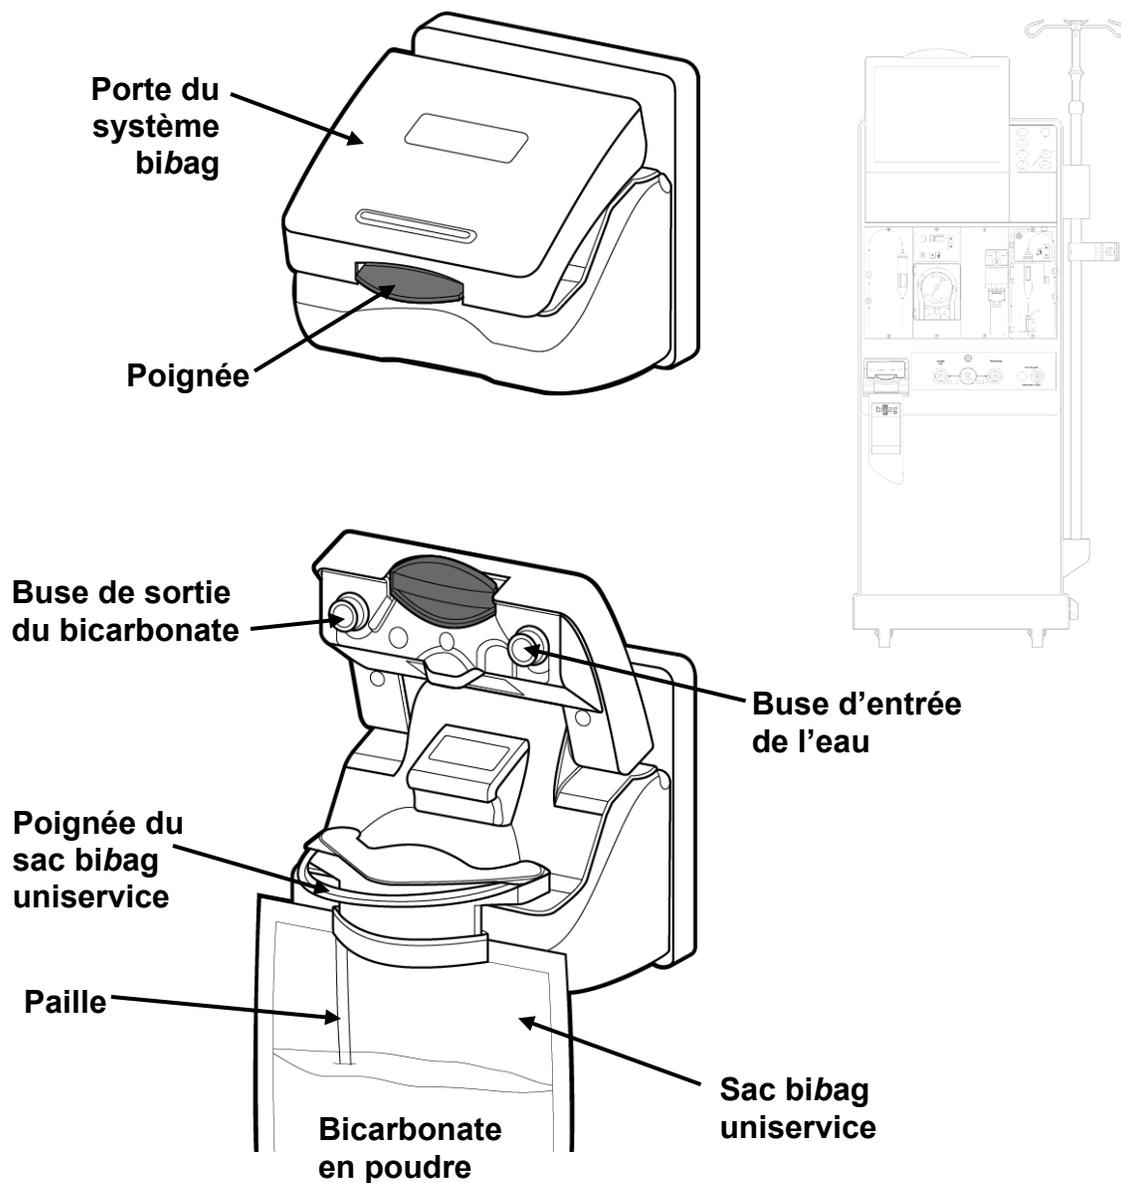

Figure 1– Dispositif bibag (porte fermée) et sac bibag uniservice en place (porte ouverte)
4. En plaçant la poignée blanche du bibag vers l'extérieur (voir figure 1), suspendre le sac bibag uniservice aux buses du dispositif bibag.